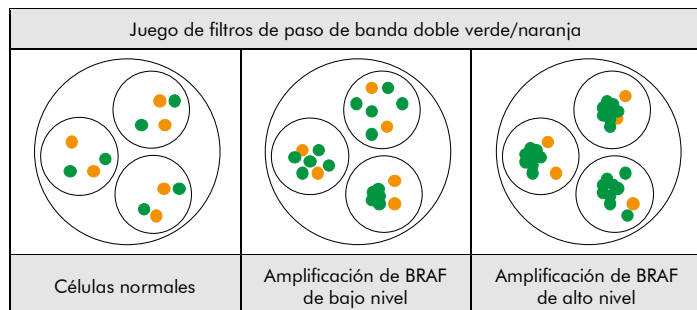

Fig. 2: Resultados previstos en núcleos normales y anómalos
**Situación normal:** En las interfases de células normales o células sin una amplificación que implique la región del gen BRAF, aparecen dos señales verdes y dos naranjas (ver Fig. 2).
**Situación anómala:** En células con una amplificación de la región del gen BRAF se observará un aumento del número de señales verdes o grupos de señales verdes (ver Fig. 2).